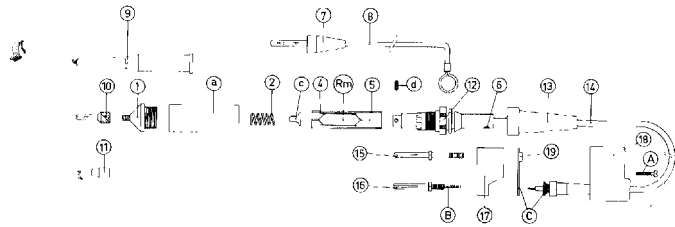

Fig. 22 Demontage gelijkspanningsmeetkop
O. Gelijkspanningsmeetkop GM 6062a. Vervanging van onderdelen (fig. 22)
b. Montagevoorschrift voor de meetkopkabel1. Aan de kant van de meetkop (fig. 22)
2. Aan de kant van de steker (fig. 22).